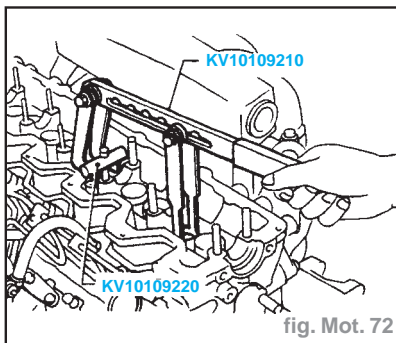

fig. Mot. 72
- Déposer les éléments de soupape à l'aide de l'outil spécial (fig. Mot. 72).